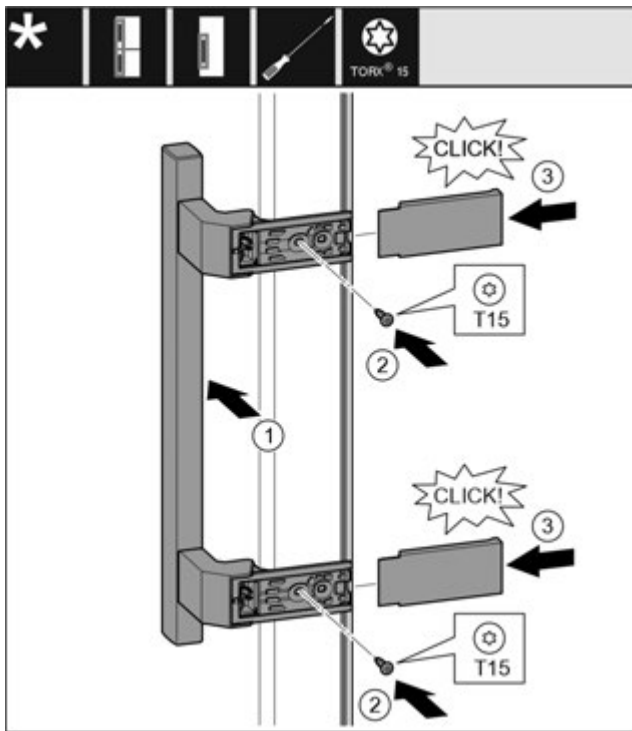

Fig. 11
- ▶ Встановіть ручку з протилежного боку. Fig. 11 (1)
- ▶ За допомогою викрутки T15 закрутіть гвинти. Fig. 11 (2)
- ▶ Встановіть збоку кришки і посуньте їх. Fig. 11 (3)